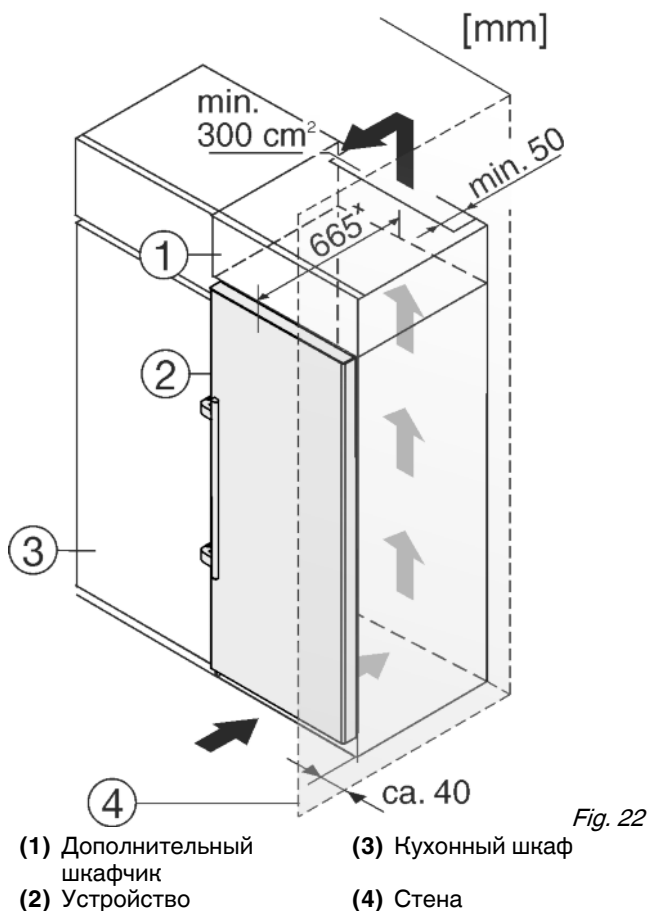

Fig. 22
- (1) Дополнительный шкафчик
- (2) Устройство
- (3) Кухонный шкаф
- (4) Стена
Устройство может быть окружено предметами кухонной обстановки. Чтобы уравнивать устройство Fig. 22 (2) по высоте с кухонной стенкой, можно установить над устройством соответствующий дополнительный шкафчик Fig. 22 (1).
В комбинации с кухонными шкафами устройство можно устанавливать непосредственно рядом с кухонным шкафом Fig. 22 (3). Чтобы можно было полностью открыть двери, устройство должно выступать, как минимум, на 65 мм* относительно передней стенки кухонного шкафа. В зависимости от глубины кухонных шкафов и использования пристенных распорок устройство может выступать и больше.
Если устройство установлено на шарнирах у стены Fig. 22 (4), то расстояние между устройством и стеной должно быть не менее 40 мм. Настолько выступает ручка при открытой двери.